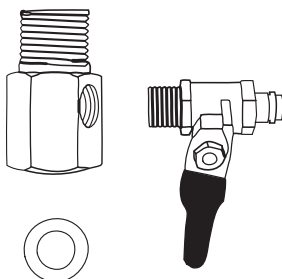

Рис. 10
2.1. Соберите узел подачи воды путем соединения шарового крана с тройником, как показано на **рис. 10**. Используйте ленту ФУМ, вверните кран подачи воды в тройник. Будьте предельно осторожны при подсоединении крана — чрезмерное усилие повредит его резьбу. Используйте гаечный или разводной ключ. Не используйте другие материалы для герметизации соединения.